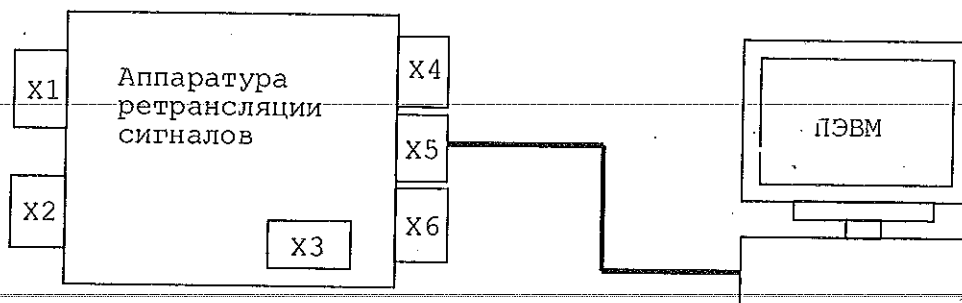

Рис. 1.1 Подключение АРС по RS-232
5.1.3 Подключить аппаратуру к ПЭВМ посредством кабеля из комплекта поставки (RS 232 - нуль-модемный кабель) согласно рис. 1.1 и таблице 2.